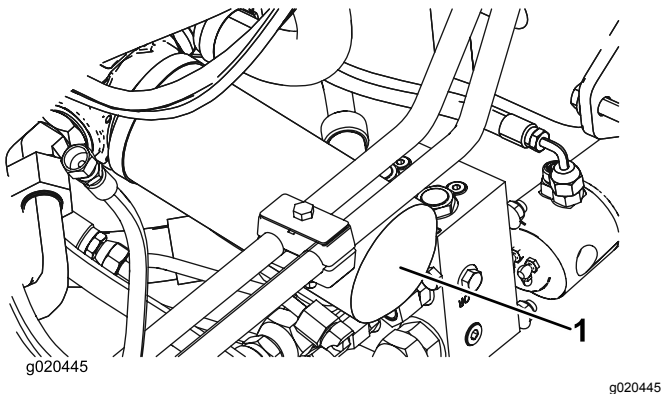

Figura 99
2. Limpe a zona em torno das áreas de montagem do filtro. Coloque um recipiente de escoamento debaixo do filtro e retire o filtro (Figura 99).